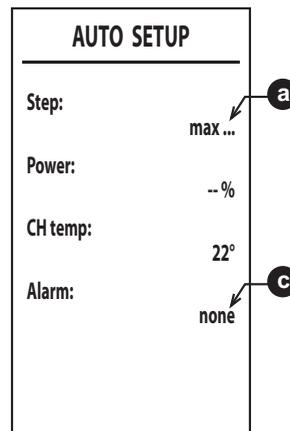

fig. 39
6. După aprindere, arzătorul se poziționează pe încălzire la diferitele puteri (max, med, min) indicate de punctul **a** (fig. 39).
8. Dacă secvența de aprindere descrisă la punctul „6” nu s-a finalizat cu succes, apare mesajul **max\_err** la punctul **a** și un cod de eroare la punctul **c** (fig. 39).